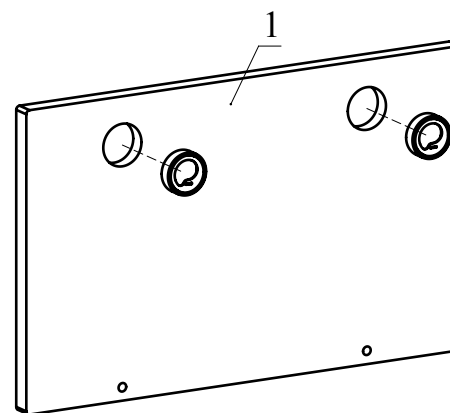

Рис.1
1. Вбейте подвески пластиковые в деталь 1 (Рис. 1).